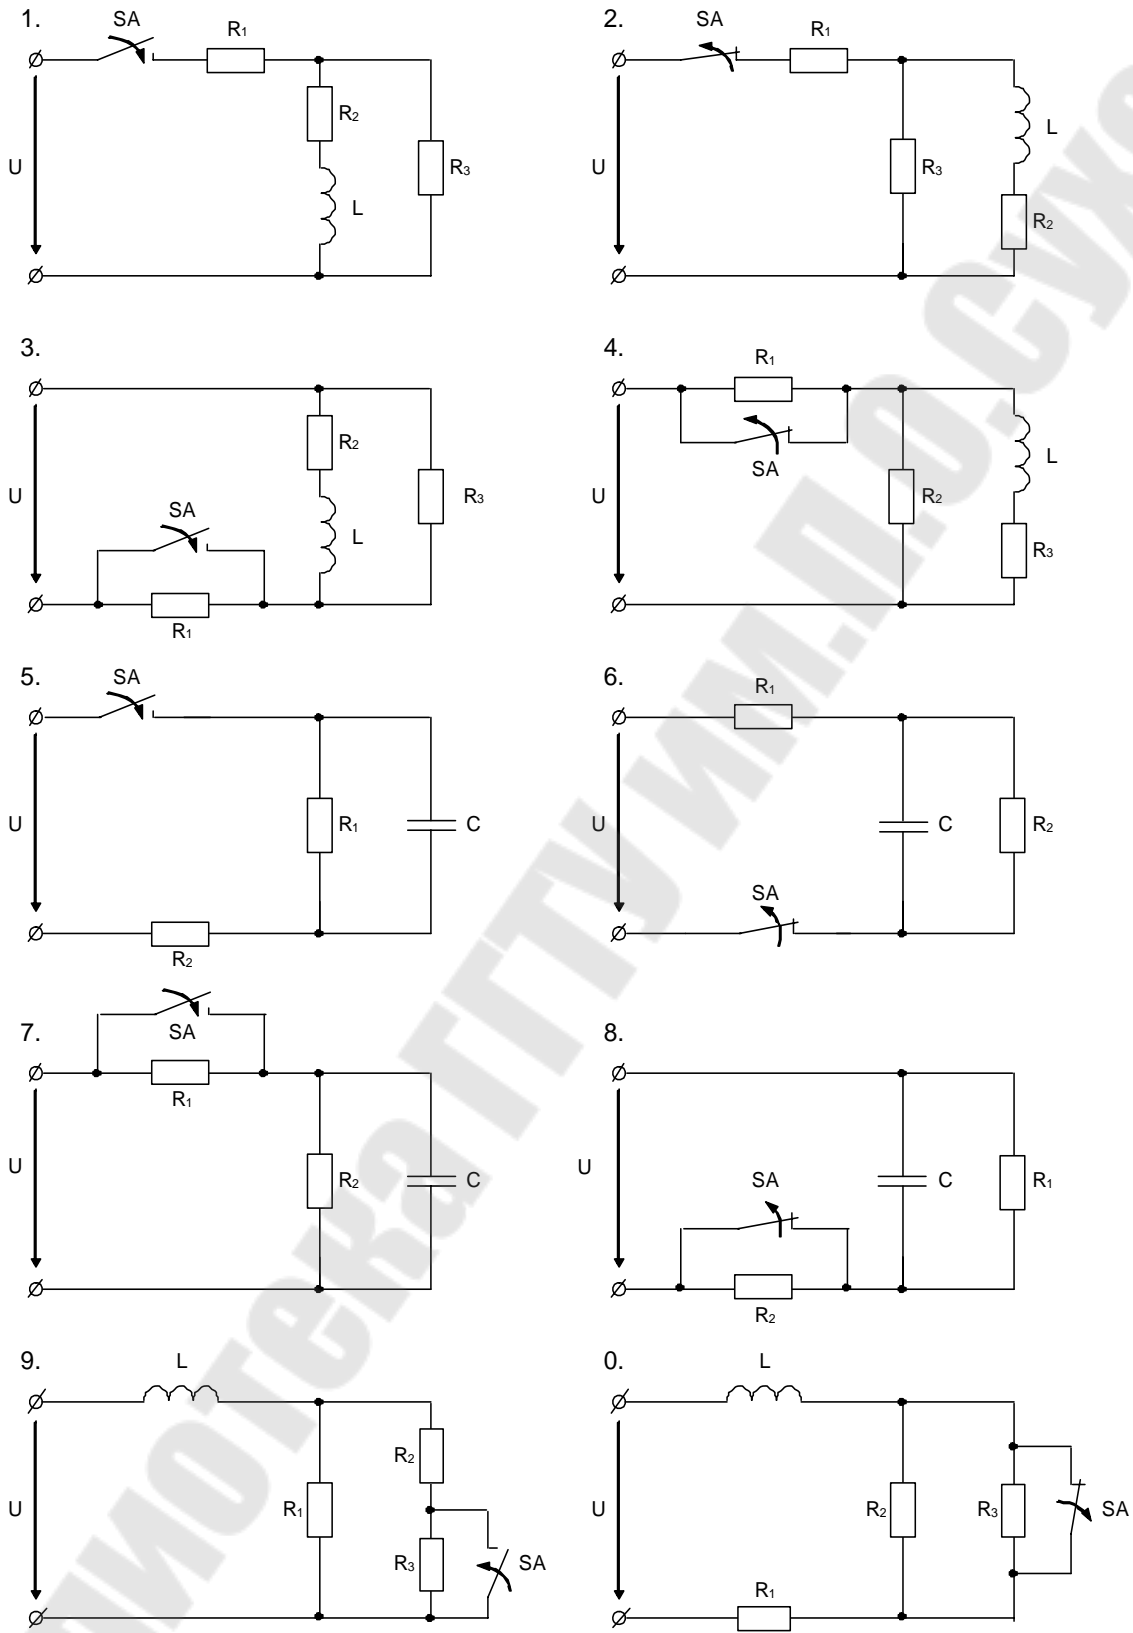

Рис. 2.7
2.4.1 На рис. 2.7 приведены схемы электрической цепи постоянного тока, содержащей один реактивный элемент (катушку индуктивности или конденсатор).